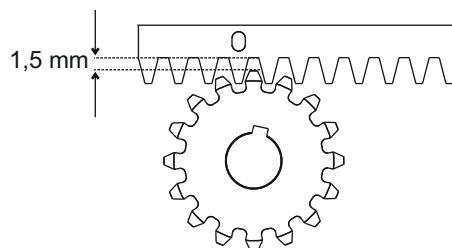

Fig. 10
**5.6.** Toute la crémaillère doit être élevée de 1,5 mm pour éviter que le poids du portail repose sur le pignon (Fig. 10);